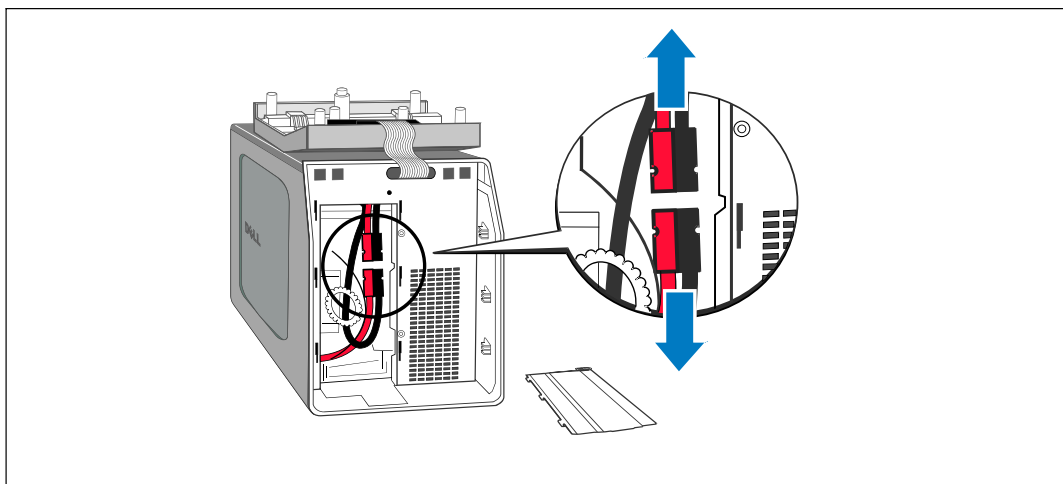

図 26. 内臓バッテリーのコネクタの外し方
- 4 内臓バッテリーコネクタを取り外します（図 26を参照）。